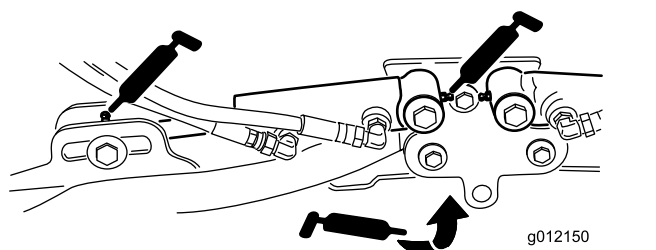

Figure 39
- Vérins des bras de levage des unités de coupe (x 2) (Figure 39)
- Pivots des bras de levage (x 1) (Figure 39)